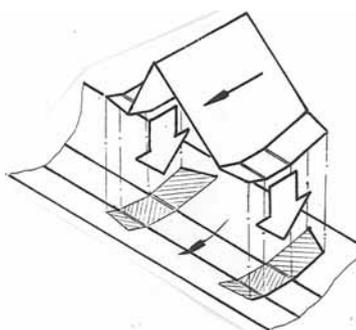

Рис. 6
5. Развертке стойки (дет. 4) придать V-образную форму (рис. 6) и наклеить на заштрихованные участки крыла так, чтобы направления стрелок на стойке и крыле совпадали.